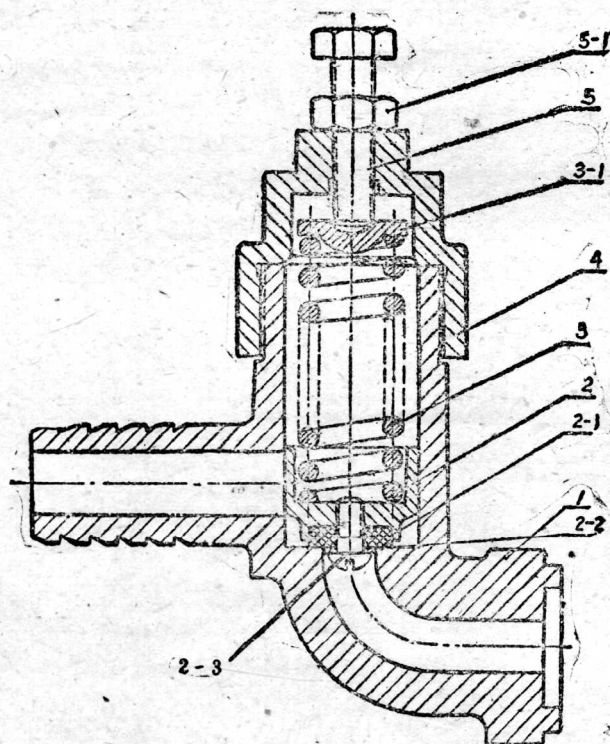

图135. 安全水門
16. 安全水門（如图 135）：由外壳、活瓣、彈簧及彈簧垫、压盖、調节螺絲和防松螺帽等組成。对泥漿泵能起安全保护作用，并能